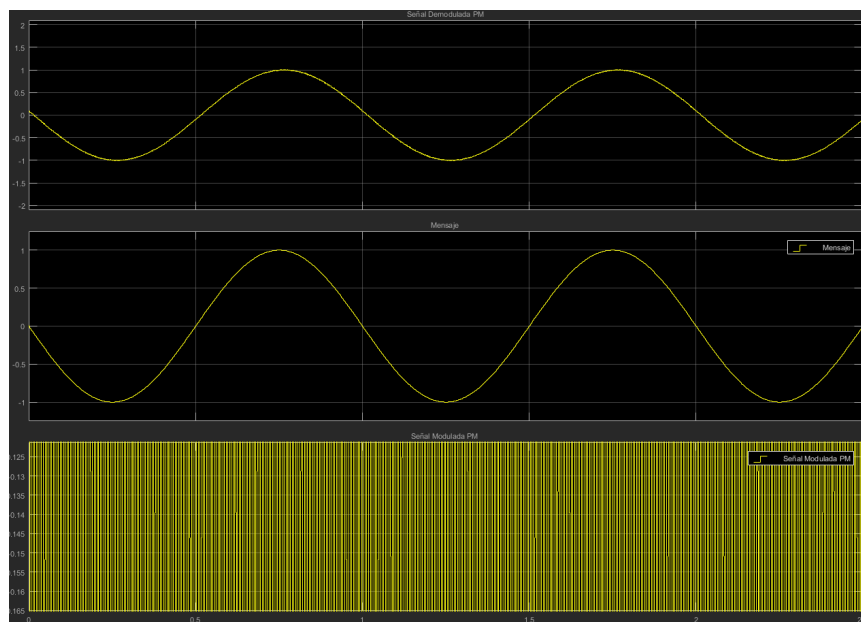

Figura 7: Señales del mensaje, modulación y demodulación para un esquema de modulación y demodulación PM.
4. Con base en los puntos anteriores, lleve a cabo una configuración de desviaciones de fase de $\frac{\pi}{4}$ y $\frac{\pi}{2}$, cambiando el orden del filtro con parámetros de 4, 10 y 30. En la figura 7 se muestran las señales temporales para modulación PM (e.g con una desviación de fase de $\frac{\pi}{2}$). **NOTA: Documente las señales temporales según las configuraciones realizadas de desviación de fase y orden del filtro.**